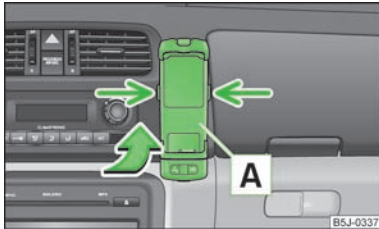

Abb. 90
- Zuerst den Adapter **A** in Pfeilrichtung » Abb. 90 bis zum Anschlag in die Halterung schieben. Den Adapter dann leicht nach unten drücken, bis dieser sicher einrastet.
- Gleichzeitig die seitlichen Verriegelungen der Halterung » Abb. 90 drücken und den Adapter mit dem Telefon herausnehmen.